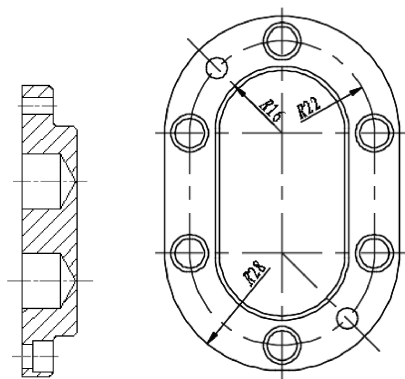

图 14-13 主视图半径尺寸标注
(1) 切换图层。将当前图层切换到“尺寸标注层”，单击“默认”选项卡“注释”面板中的“标注样式”按钮，将“机械制图标注”样式设置为当前使用的标注样式。
(2) 主视图尺寸标注。单击“默认”选项卡“注释”面板中的“半径”按钮，对主视图进行半径尺寸标注，结果如图 14-13 所示。